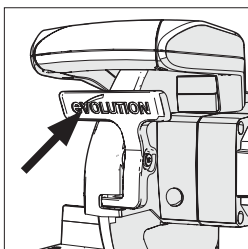

Fig. 18
- Pressione a alavanca de bloqueio do resguardo de proteção inferior para desengatar a cabeça da serra (Fig. 18)